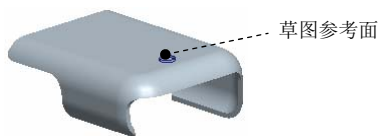
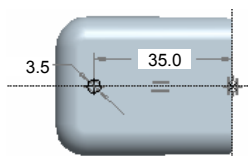

图 5.38.21 实体切削拉伸特征 5
图 5.38.22 截面草图
Step13. 创建图 5.38.21 所示的实体切削拉伸特征 5。单击 按钮，按下“移除材料”按钮 ；选取图 5.38.21 所示的表面为草绘平面，采用系统默认的参考平面和方向；进入截面草绘环境后，绘制图 5.38.22 所示的截面草图；在操控板上选取深度类型为 （定值）；在拉伸深度文本框输入深度值 0.5；单击“完成”按钮 。